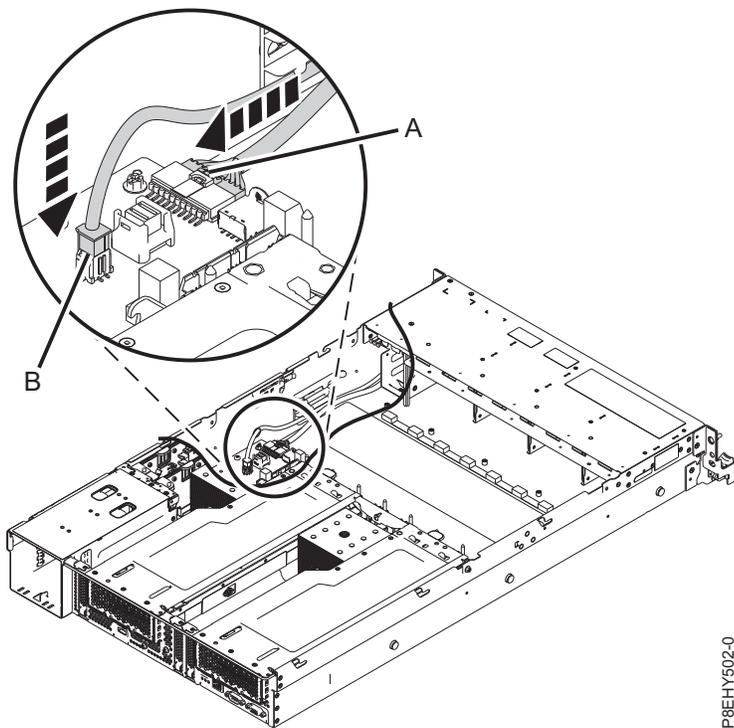

Figura 27. Plugando nos cabos
6. Usando as etiquetas, plugue o cabo USB frontal (A) e o cabo de comutador de energia (B) ao painel traseiro do sistema. Consulte Figura 27 na página 30. Assegure-se de que as presilhas de trava do cabo se encaixem no lugar nos conectores.